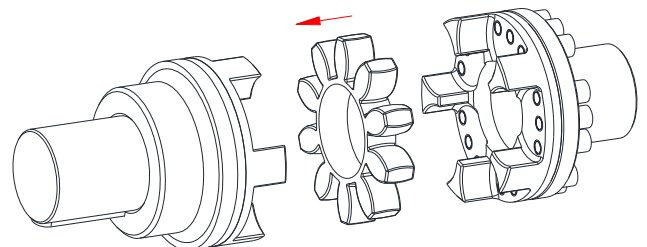

Figura 23: montaje de la estrella
- Instale la estrella dentro de la levas del mangón (véase figura 23).